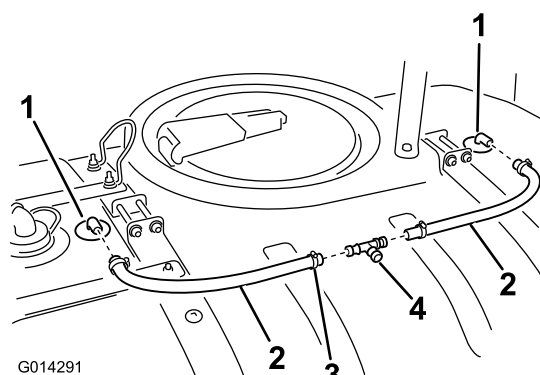

Figura 21
2. Monte uma braçadeira de tubos em cada tubo (Figura 21).
3. Instale um tubo sobre o entalhe do bico de lavagem (Figura 21).
2. Instale o encaixe em T nas extremidades abertas dos tubos dos bicos de lavagem instalados previamente como se mostra na Figura 21.